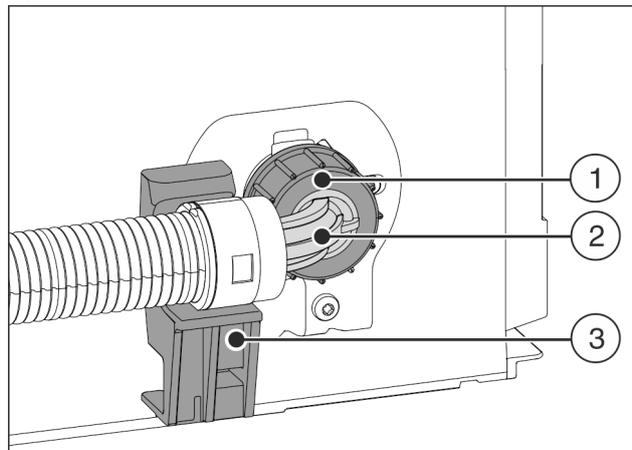

Fig. 23
- ▶ 将软管弯头 Fig. 23 (2) 水平放置并固定在支架 Fig. 23 (3) 上。
- ▶ 用手将螺母 Fig. 23 (1) 拧到螺纹上, 直至达到紧固位置。